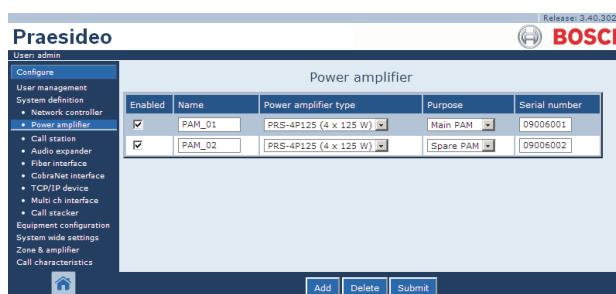

figura 43.9: Cancellazione di un amplificatore di potenza, passaggio 2
- 2 Fare clic su un punto qualsiasi sulla riga dell'amplificatore di potenza che deve essere cancellato dalla definizione di sistema. L'intera riga viene evidenziata (vedere figura 43.9).